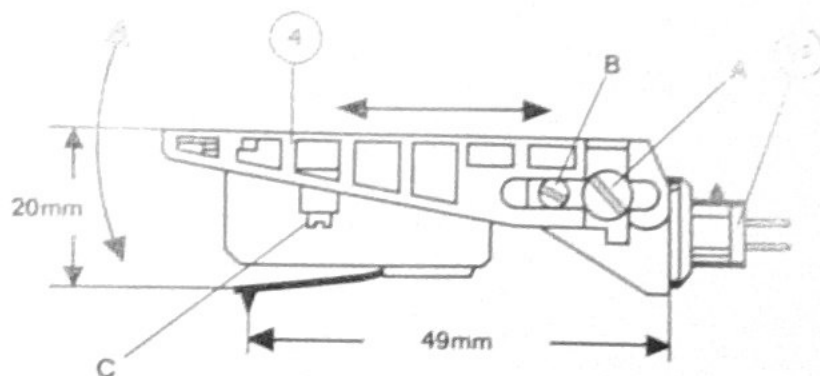

Abb. 6 Tonkopf
a) Die beiden Schrauben A auf jeder Seite des abnehmbaren Tonabnehmerkopfes und die kleine Schraube B (siehe Abb. 6) etwas lösen.
b) Den Tonkopf ④ aufstecken, am besten, während der Tonarm in der Armstütze eingerastet ist. Der Stecker des Tonkopfes ⑭ wird in das Gegenstück im Tonarm eingeführt, wobei zu beachten ist, daß der Führungsstift des Steckers in den zugehörigen Schlitz im Tonarm gleitet. Der Tonkopf wird bis zum Anschlag aufgeschoben und mit der Überwurfmutter ⑤ festgeschraubt. Die Mutter vollständig, aber nicht zu fest anziehen.
c) Den Tonarm auf eine Schallplatte legen (vorsichtshalber keine wertvolle Platte benutzen) und den vertikalen Abtastwinkel einstellen, indem man den Tonabnehmerkopf mehr oder weniger gegenüber dem Tonarm neigt (senkrechter Pfeil in Abb. 6). Für 15-Grad-Systeme wird die optimale Einstellung erreicht, wenn die obere Fläche des Tonkopfes horizontal ist. Es muß jedoch in jedem Fall gewährleistet bleiben, daß der hintere Teil des Tonabnehmerkopfes nicht mit einer Unebenheit der Schallplatte in Berührung kommt. Wenn nötig, die vertikale Distanz zwischen der Abtastspitze und dem Boden des Tonabnehmerkopfes mit Hilfe von den im Zubehör enthaltenen Unterlegscheiben vergrößern.
e) Der horizontale Abtastwinkel ist dann optimal eingestellt, wenn der Abstand zwischen Nadelspitze und Hinterkante des Tonkopfes 49 mm beträgt (siehe Abb. 6). Nach dieser Einstellung sind auch die Schrauben A wieder anzuziehen.